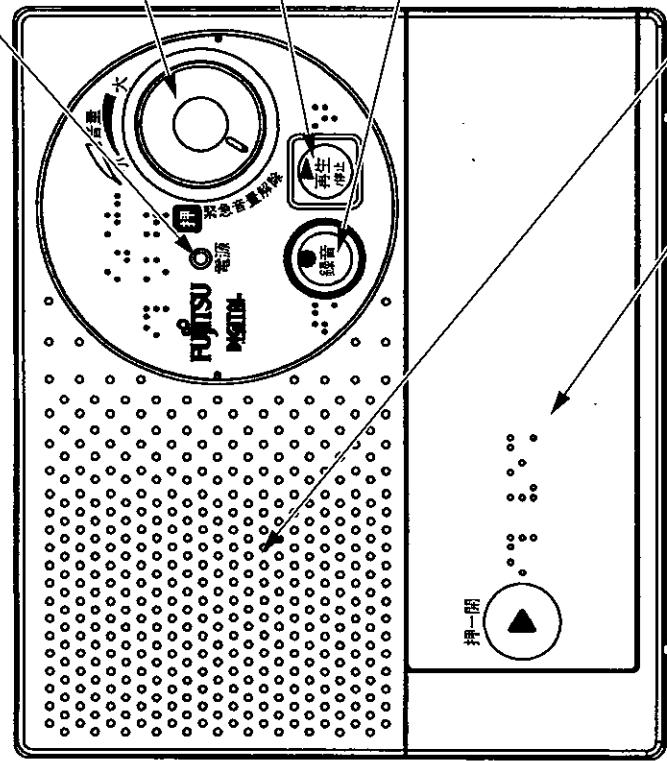

図1-1 正面
- ② 電池の交換は、次の手順により行います。
2. 図1-1に示すように電池プラタの「▶」の部分を指で押しながら、右方向に動かすと電池プラタがスライドします。古い乾電池を取り出してください。